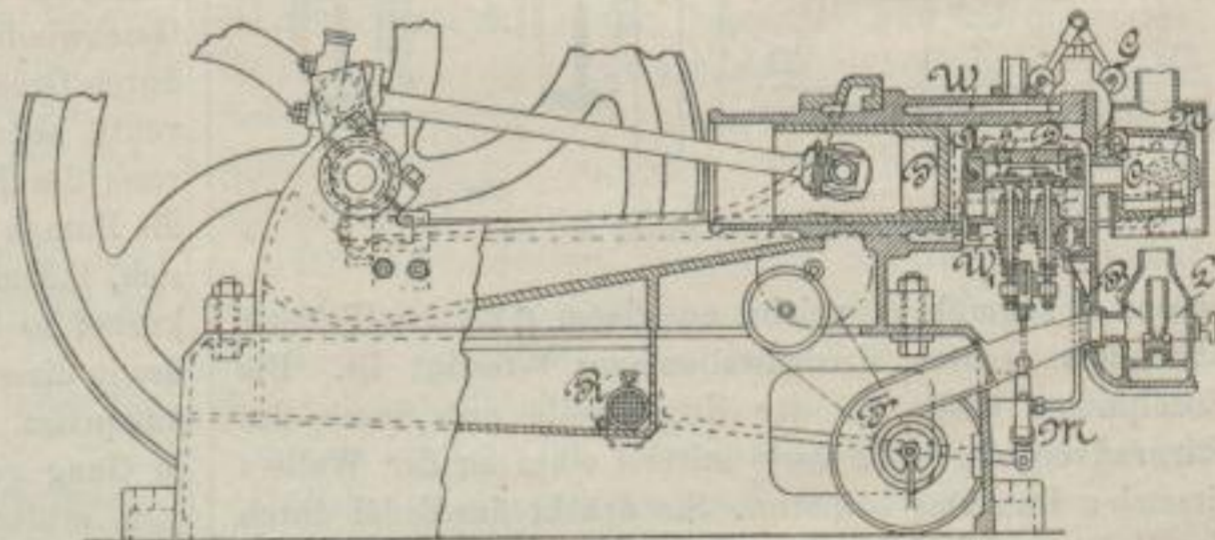

Fig. 5.
R. Hornsby and Sons in Grantham, England (Fig. 5), (*Zeitschrift des Vereins deutscher Ingenieure*, 1893 S. 1229, und *Revue industrielle*, 1893 *S. 221. *D. R. P. Nr. 59882 vom 7. December 1890 und *Zusatz D. R. P. Nr. 64696 vom 17. September 1891). Dieser Motor arbeitet ohne Zerstäubung des Oeles. Die Vergasung findet in einer Kammer statt, welche die Verlängerung des Krafteylinders bildet, während die Anheizung des Vergasers nur durch die Explosionen des Gasgemisches selbst geschieht. Das Erdöl befindet sich